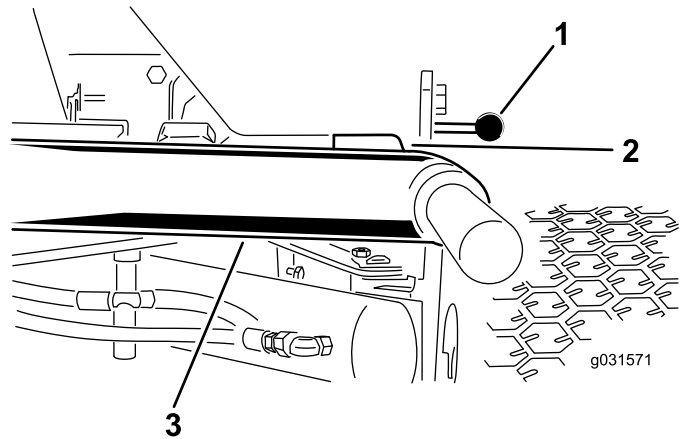

Рисунок 13
1. Запустите двигатель, поднимите режущие блоки и убедитесь, что зазор между каждым подъемным рычагом и кронштейном панели пола составляет от 5 до 8 мм, как показано на Рисунок 13.